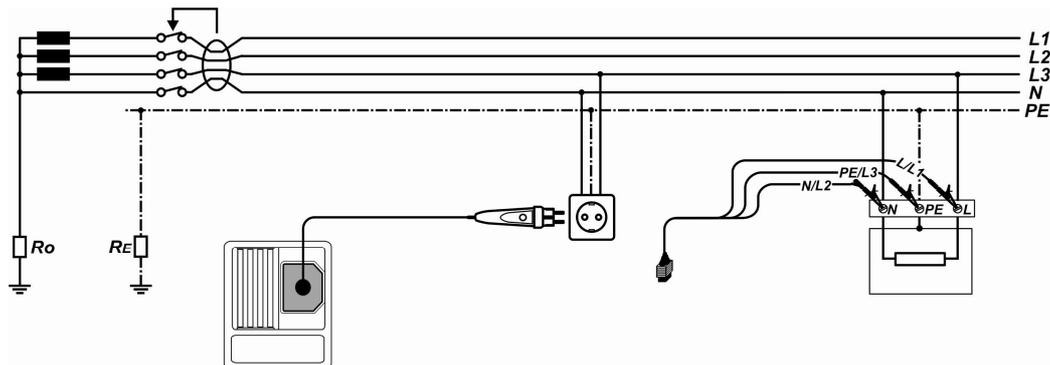

Abbildung 5.17: Anschluss des optionalen Commander-Prüfsteckers (044149) und der 3-Leiter-Prüfleitung
- Kontaktieren Sie die Prüfleitungen an das Prüfobjekt (siehe Abbildung 5.17).
- Kontaktieren Sie die Prüflleitungen an das Prüfobjekt (siehe Abbildung 5.17).